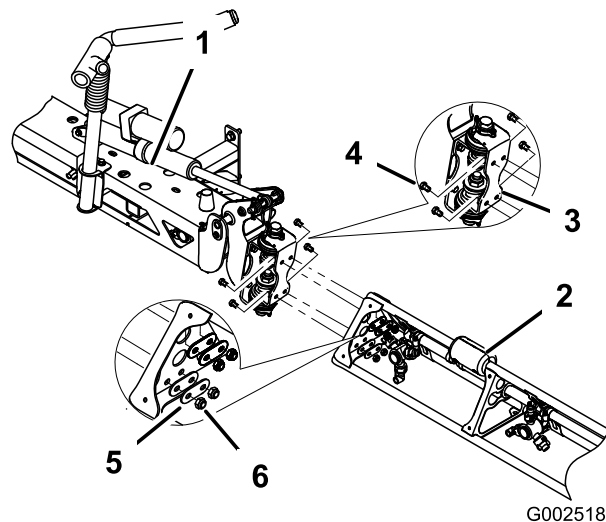

Figure 15
7. Montez le prolongement de la rampe centrale sur la plaque d'articulation au moyen des 4 boulons, 4 rondelles et 4 écrous retirés à l'opération 6, comme montré à la Figure 15.